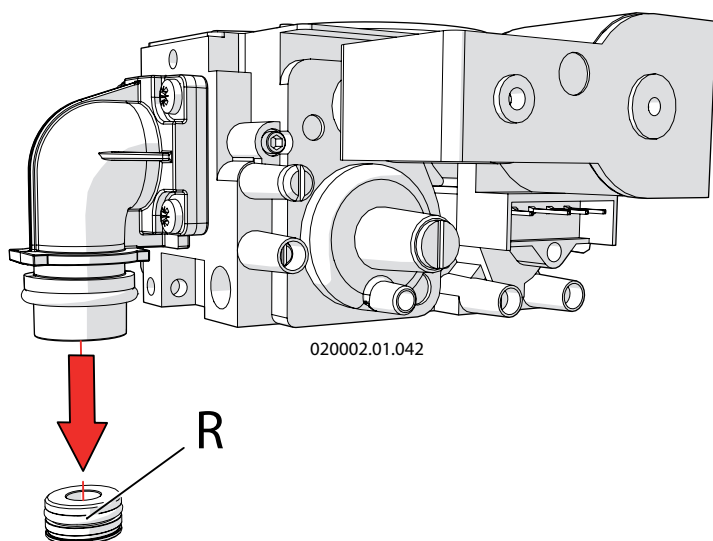

Figure 6-5 - Remplacement d'orifice de gaz
17. - remplacez l'orifice de gaz "R" (voir figure 6-5) par un autre approprié selon les indications en figure 6-8 sous "Diamètre d'orifice de gaz" ;